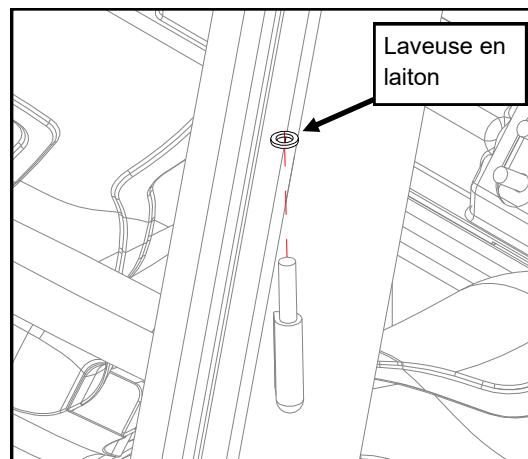

Fig. 15
15. Installer (4) laveuses en laiton sur les broches de charnière soudées sur le cadre du pare-brise et les supports de charnière inférieure. (voir fig. 15)